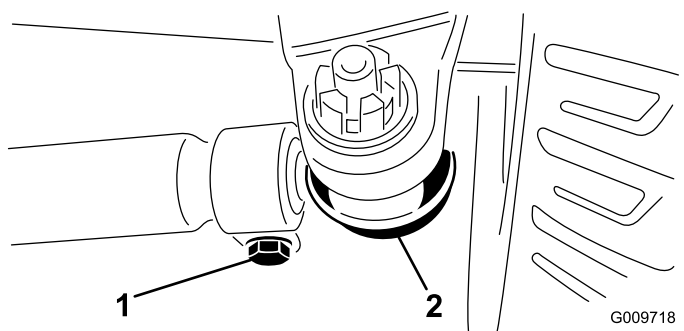

Рисунок 71
4. Ослабьте зажимы на обоих концах поперечных тяг (Рисунок 71).